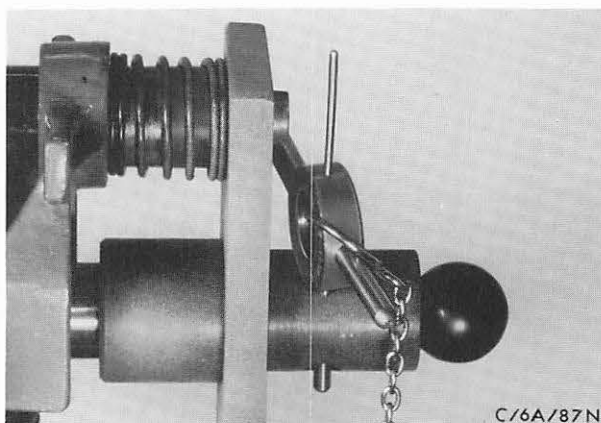

Abb. 315 Anschlaglehre montieren
8. Anschlaglehre in die Vorrichtung einschieben, Abb. 315.